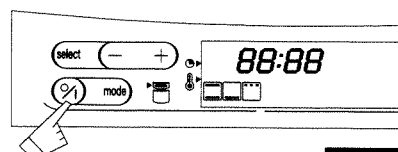

Fig. 1
1. Premere il tasto  (fig. 1).